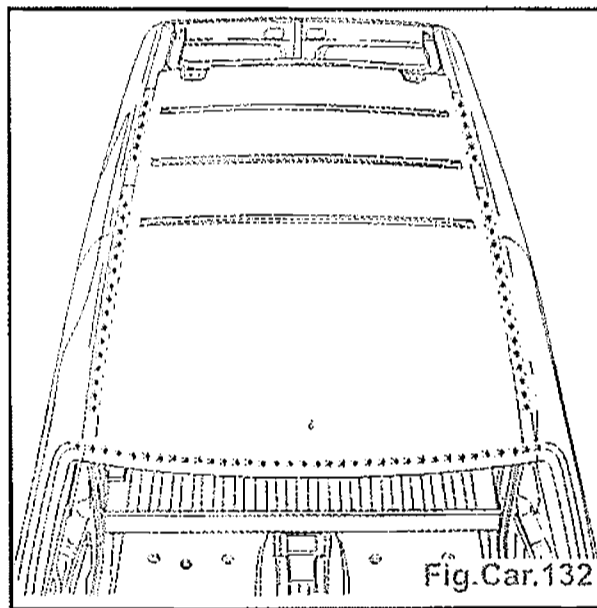

Fig.Car.132
- Découper par fraisage des points (Fig.Car.132).